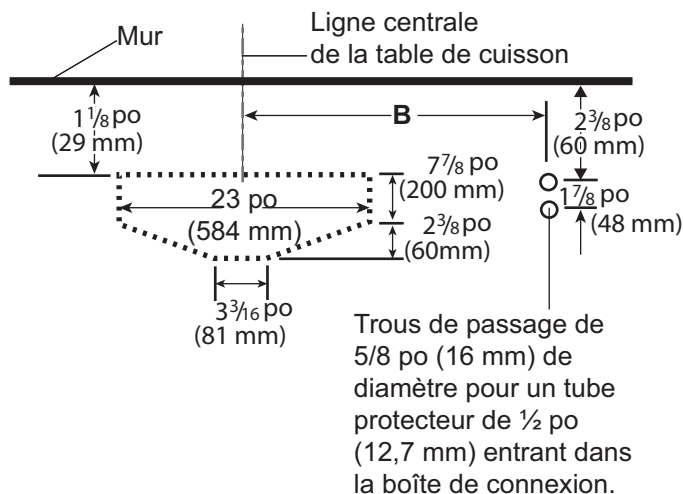

Figure 18 : Emplacement du raccord et du conduit
3. Si la hotte est installée avec un débouché vertical, consultez la *Figure 18* pour créer l'ouverture nécessaire pour le raccord et le tube protecteur. Consultez la dimension B de la *Figure 18* et du *Tableau 2*.